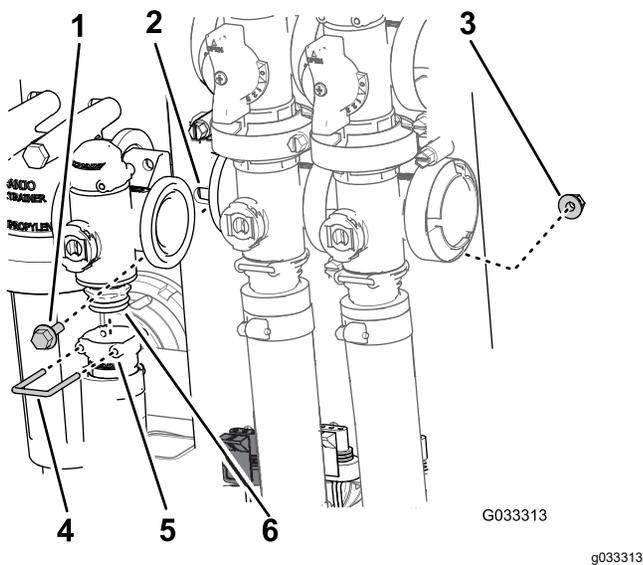

图 68
2. 拆下将出口接头固定至喷洒率控制阀歧管的卡环图 68。
3. 卸下将喷洒率控制阀固定至阀安装座的 2 个凸缘头螺栓和 2 个凸缘锁紧螺母然后从机器中拆下阀歧管图 68。